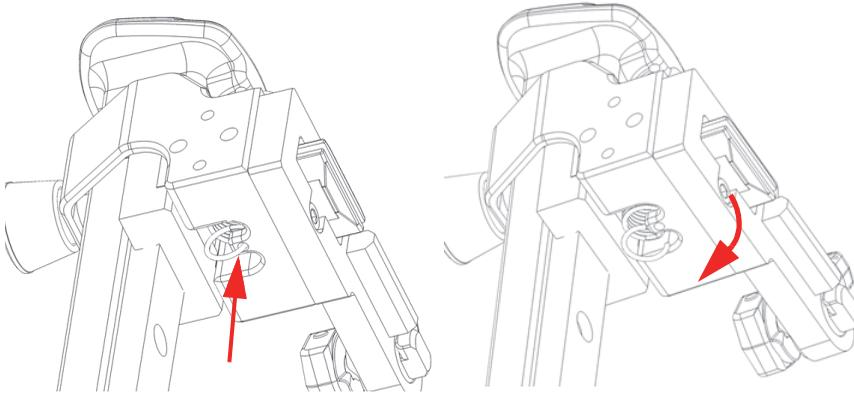

図 2-26 固定穴からバネを取り外す
1. ラジオペンチを使用して、SLA ブラケットの穴からバネの底部を取り外します (54 ページの図 2-26)。